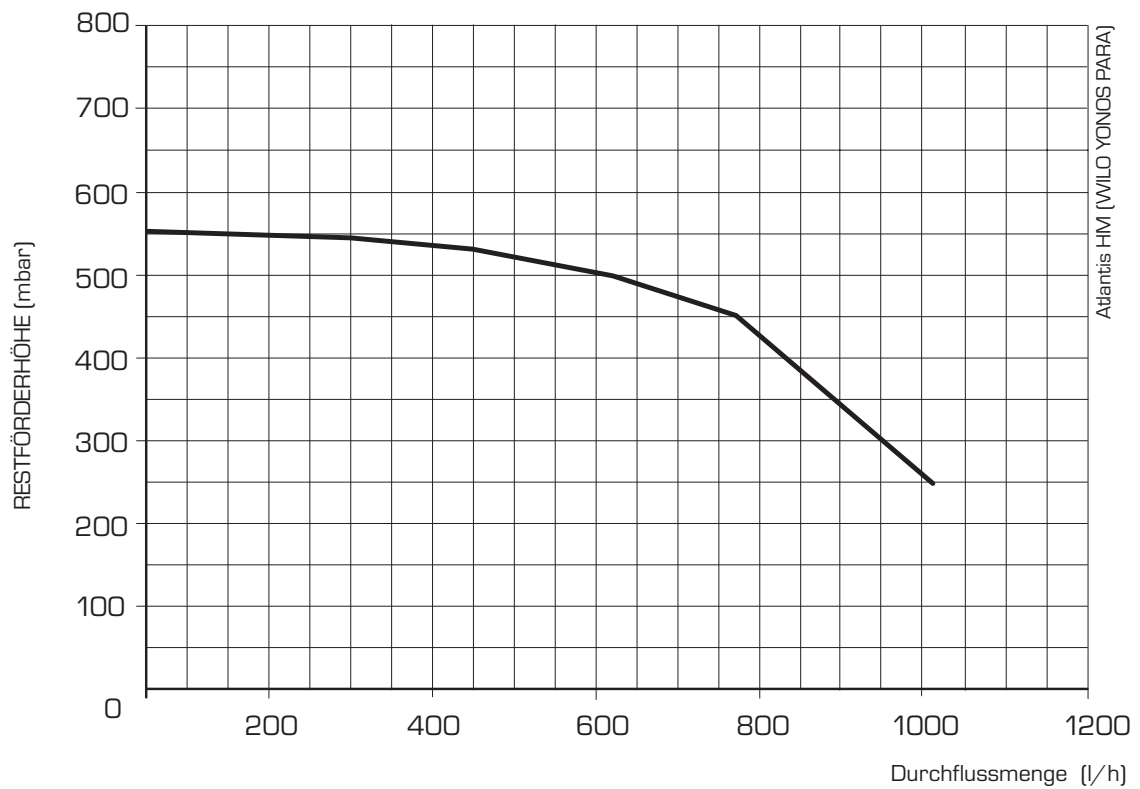

Abb. 14
3.8 VORHANDENE FÖRDERHÖHE (Abb. 14)
ge in Funktion der Durchflussmenge auf dem Diagramm von Abb. 14 dargestellt. Die Geschwindigkeit der regelbaren Heizungspumpe ist standardmäßig eingestellt (Instal-